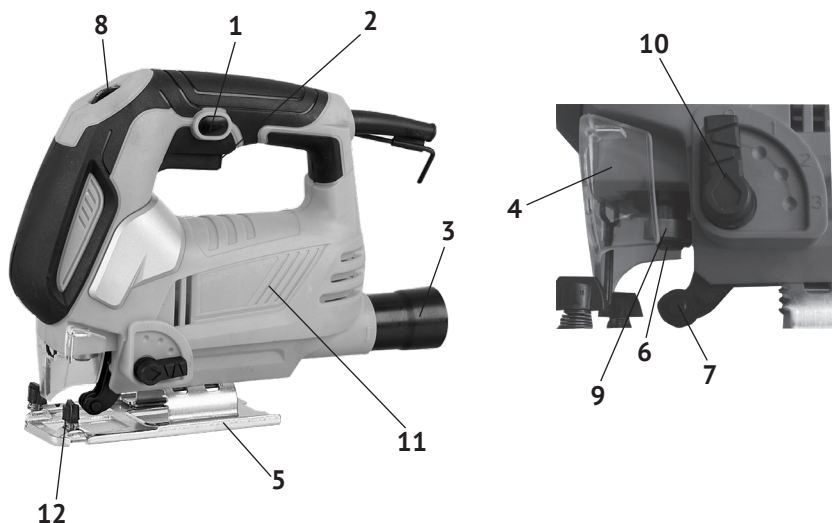

рис.1
1.6 Общий вид лобзика представлен на рис.1
1.7 Коллекторный двигатель и приводной механизм лобзика расположены в пластиковом корпусе (рис.1 поз.11). Корпус, состоящий из двух половин (правой и левой), выполнен заодно с рукояткой, расположенной сверху. Крутящий момент с якоря электродвигателя, посредством встроенного эксцентрикового механизма преобразуется в возвратно-поступательное движение верхней направляющей штока. На нижней направляющей штока расположен пилкодержатель (рис.1 поз.6), в который крепится пила. Лобзик имеет Т – образное крепление пилки. Переключатель маятникового хода (рис.1 поз.10) имеет 4-е фиксированных положения: «0» – вертикальное пиление, «1», «2», «3» – всё более увеличивающееся отклонение от вертикали. Маятниковый ход в режимах «1», «2», «3» применяется для улучшения эффективности резания мягких (древесина, пластмасса и т.п.) материалов.
В нижней части опорной плиты (рис.1 поз.5) находятся два винта (головка – внутренний шестигранник). Ослабляя эти винты, устанавливаем боковой наклон корпуса лобзика относительно подошвы (до 45° вправо или влево).
1.8 Клавиша выключателя (рис.1 поз.2) расположена в нижней части руко-
ятки. Включение лобзика осуществляется нажатием на клавишу выключателя указательным пальцем. Фиксация клавиши в рабочем положении, осуществляется кнопкой (рис.1 поз.1), расположенной слева на рукоятке. При повторном нажатии на клавишу, кнопка фиксации и клавиша (со щелчком) возвращается в исходное положение - выключено.
Диск регулятора скорости (рис.1 поз.8) расположен сверху, в передней части рукоятки. С его помощью устанавливается необходимая скорость хода пильного полотна.
1.9 В комплект поставки входит параллельный упор с метрической разметкой. Упор крепится в пазах регулируемой подошвы двумя винтами (рис.1 поз.12) перед пилкой. Выставив упор (справа или слева от лобзика), на отмеченном по шкале расстоянии, можно проводить рез, параллельно края заготовки.
- поднять вверх пластиковый защитный кожух (рис.1 поз.4);
- повернув вокруг своей оси втулку (рис.1 поз.9), снять с фиксации пилкодержатель (рис.1 поз.6);
- вставить снизу пилку (зубцами вперёд) в пилкодержатель (рис.1 поз.6) так, чтобы задняя часть полотна попала в паз направляющего ролика (рис.1 поз.7);
- для удаления пыли из зоны резания используйте пылесос, присоединив его к патрубку пылеотвода (рис.1 поз.3);
При выборе скорости движения пильного полотна необходимо оценить материал заготовки. Чем твёрже распиливаемый материал, тем ниже должна быть скорость, устанавливаемая регулятором (рис.1 поз.8).